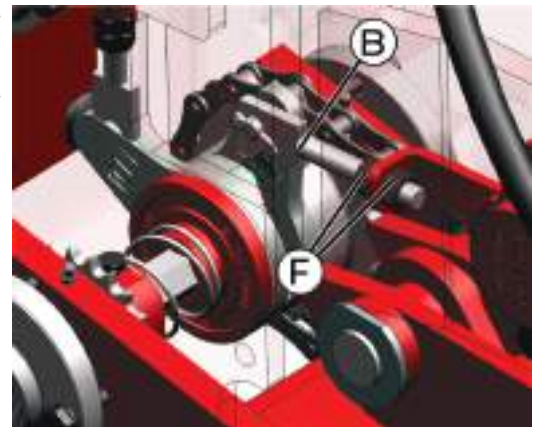

fig. 47
O ajuste da haste (B) é feito através da porca e contraporca (F) (*fig. 47*), onde ajustamos a maior ou menor abertura da haste, determinando um tempo maior ou menor para acionamento do sistema.